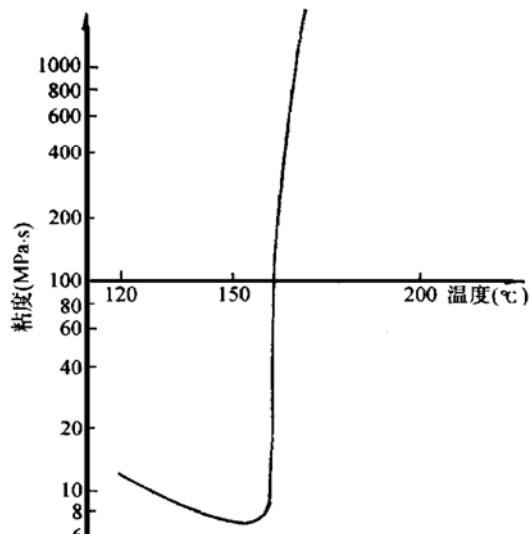

图1
比重： $1.95\sim 2.05$ ，比热： $0.705kJ/kg \cdot K$ ，融点： $120^\circ C$ ，粘度：粘度—温度曲线见图1。
(2) 由于硫磺在常温下是固态，泵在运行前和运行过程中必须加以保温。故在泵壳、电机定子外壳和后轴承座都带有通蒸汽的夹套。
(3) 从图1可看出硫磺温度低于 $120^\circ C$ 是固态，
在硫磺泵的选型设计时, 必须考虑温度上升问题, 假如: 硫磺的温度为 155 °C, 泵运行时, 由于电机内部损耗而发热, 导致泵内部循环液的温度上升至 160 °C, 从图 1 可看出此时粘度急剧上升, 电机超